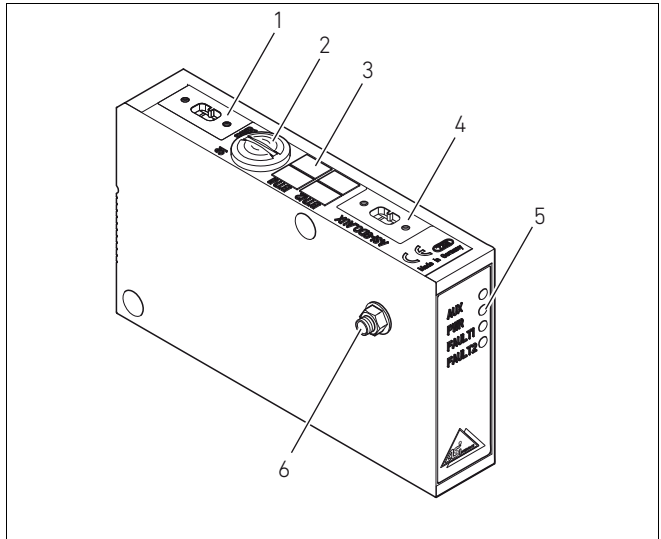
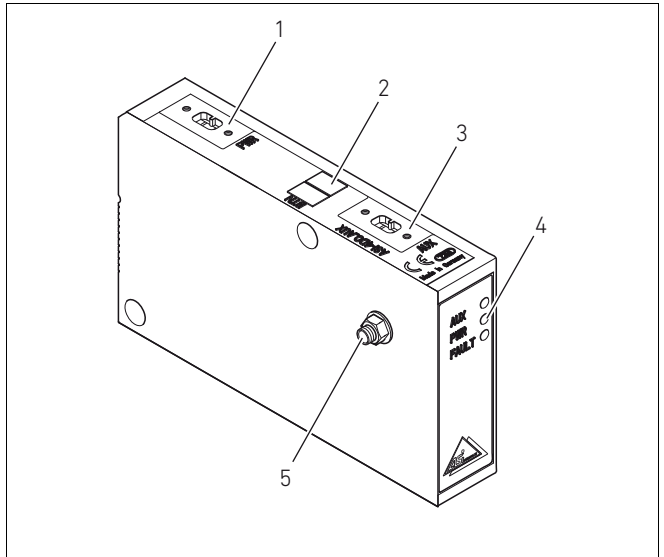

Abb. 4: Buskoppler, Beispiel 8D0-AUX
Abb. 5: Buskoppler, Beispiel 4DO-AUX
- ▶ Verbinden Sie zur Ableitung von EMV-Störungen den FE-Anschluss (1) an der EP-Endplatte des VS über eine niederimpedante Leitung mit der Funktionserde. Empfohlener Kabelquerschnitt: 10 mm2
Im Auslieferungszustand ist die Schraube für den FE-Anschluss in der EP-Endplatte des VS HF04 eingeschraubt. Wahlweise kann der FE-Anschluss (2) an der E-Endplatte oder direkt am AS-i (siehe Abb. 4 auf Seite 18 und Abb. 5 auf Seite 19) erfolgen.
- ▶ Schrauben Sie hierzu die Schraube für den FE-Anschluss (1) aus der EP-Endplatte des VS heraus und in den FE-Anschluss (2) der E-Endplatte oder direkt in das AS-i ein. Stellen Sie dann dort die Verbindung mit der Funktionserde her.
- ▶ Bringen Sie die Erdung hier am FE-Anschluss (2) der E-Endplatte oder direkt am Buskoppler (siehe Abb. 4 auf Seite 18 und Abb. 5 auf Seite 19) an.